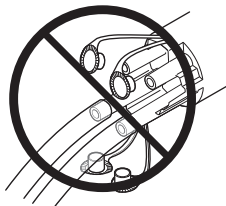

Figura 5 Cierre de todas las conexiones que no se utilicen
4. Cierre todas las conexiones del distribuidor que no vaya a utilizar con las tapas correspondientes (figura 5).